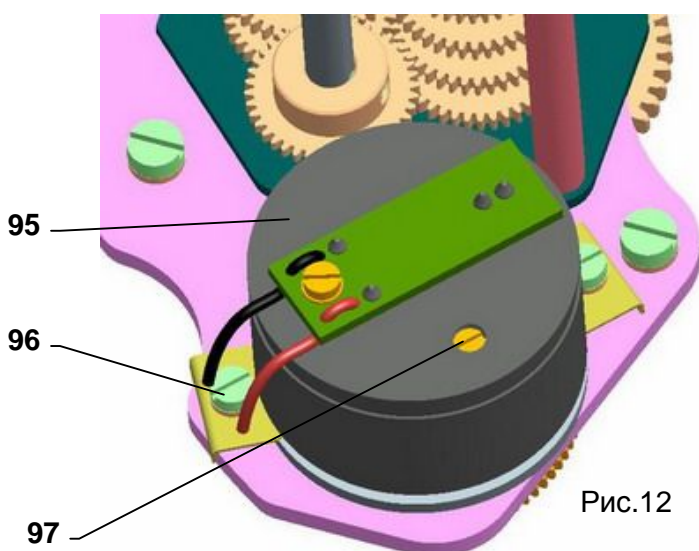

Рис.12
#### 4.7 Установка емкостного датчика (рис.12)
*С помощью триммера (97),Рис.12 можно унифицировать выходной сигнал емкостного датчика, установить его для любой величины рабочего хода , отвечающей приблизительно от 50% и до 100% максимального рабочего хода на данном ступени по Таб. No 3.*